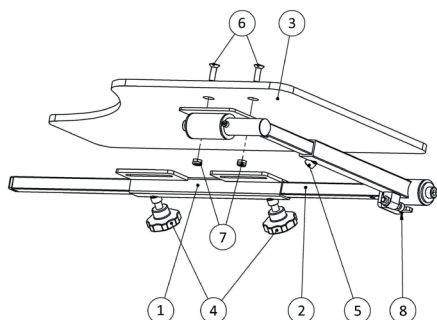

Bild 1: TP300-KLP-3
1. Hållaren (1) tas bort från stängerna (2) och fästs i rullstolen under armstödet till vänster med hjälp av stängernas skruvförband.
2. Ta bort skyddsfilmerna från bordsskivan (3). Bordsskivan (3) fästs vid stängerna (2) med hjälp av M6-skruvarna (6) och muttrarna (7).
3. Stängerna (2) skjuts in i hållaren (1).
4. Lossa låsskruvarna (5) på svängarmen och ställ in längden på armen så att rullstolens armstöd bygger en säker stödyta för bordsskivan (3). Skruva fast låsskruvarna (5).
5. Ställ bordet i rätt läge genom att flytta stängerna (2) i hållaren (1) och fäst det genom att fästa stjärnvreden (4).
6. För terapibord TP300-KLP-3 (bild 1): Ställ in stoppskruven (8) så att bordsskivan är horisontell.